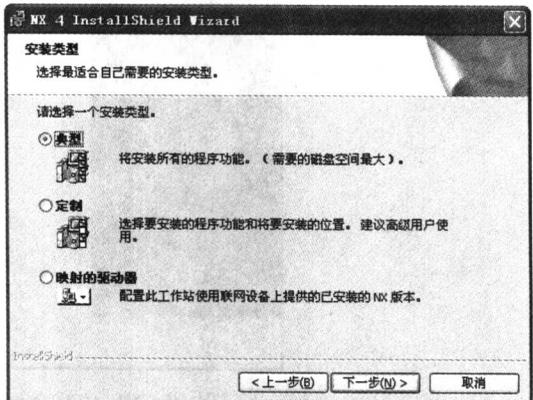

图 1-13 安装类型选择界面
(4) 单击 **下一步(N) >** 按钮进入安装类型选择界面，如图 1-13 所示。